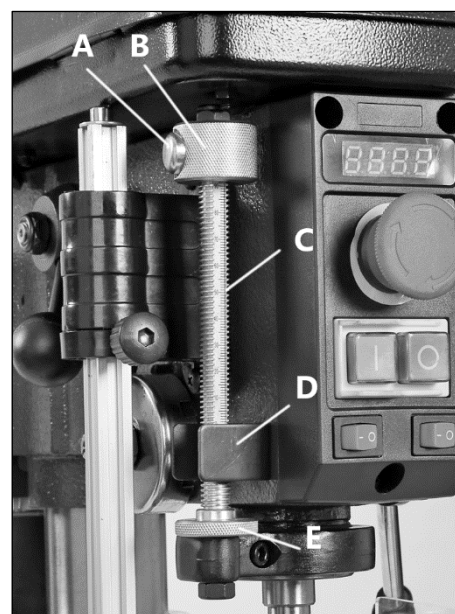

Рисунок 13.
При выключателе в положении ВЫКЛ, опустите ограничитель глубины сверления (B) на нужное положение на шкале (C), нажав кнопку (A). При сверлении ограничитель (B) будет упираться в кронштейн (D) (рис. 13). Вращая гайку (E) можно ограничить ход шпинделя.